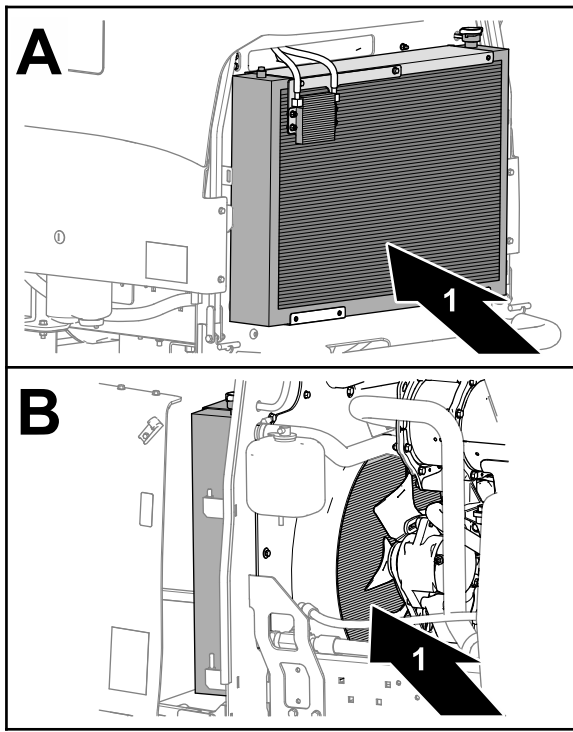

Figure 65
7. Nettoyez soigneusement les deux côtés du radiateur et du refroidisseur d'huile à l'air comprimé (Figure 65).